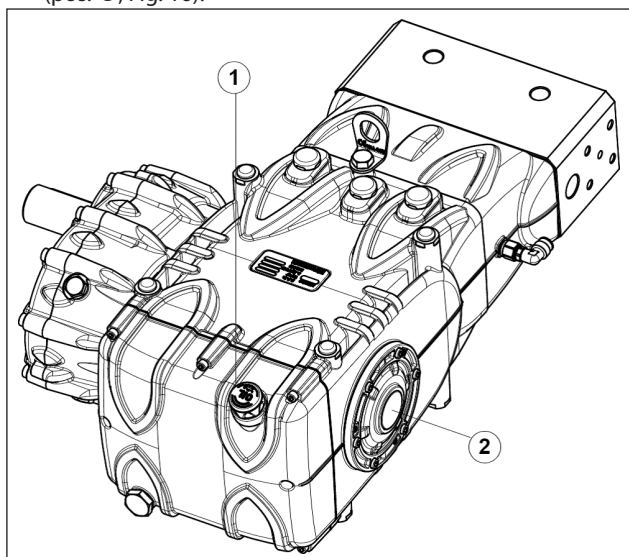

Fig. 16
5. El aceite en el cárter de la bomba se encuentre a nivel verificándolo con la correspondiente varilla (pos. ①, Fig. 16) y de forma excepcional con el testigo de nivel (pos. ②, Fig. 16).